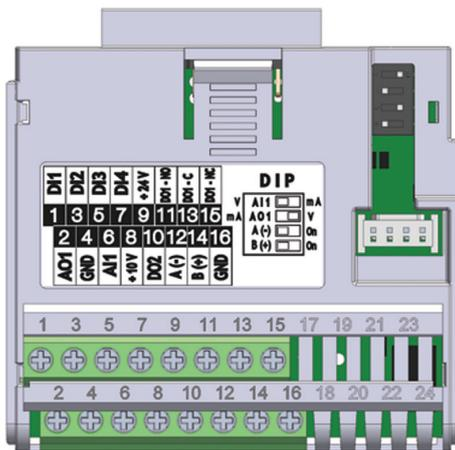

Figura 19.1: Módulo Plug-in CFW500-IO5
El módulo plug-in CFW500-IO5 posee solamente la interfaz Serial (1) a través de la puerta RS-485 en los bornes 12 (A-) y 14 (B+), vea la Figura 19.1 en la página 19-1.